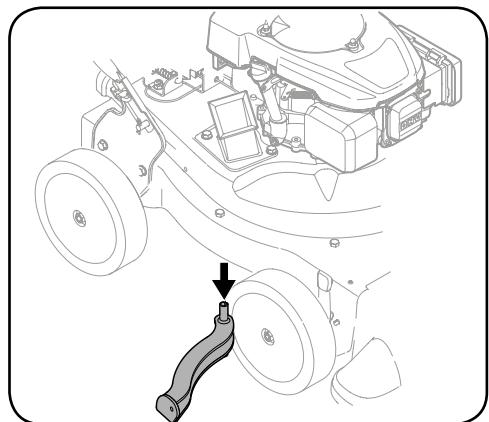

Рисунок 5-3
- Извлеките и очистите экран путем сокабливания или промывания водой. См. рисунок 5-3.